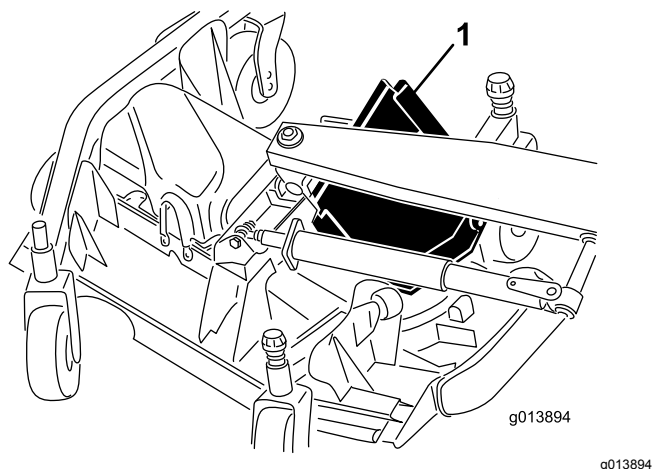

Рисунок 85
6. Чтобы снять передний край крышки, поднимите и проведите его между рычагом подъема и роликом (Рисунок 85).